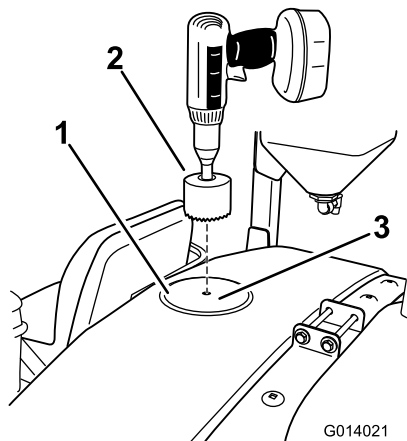

Рисунок 20
1. Найдите переднее место в верхней части бака, как показано на Рисунок 20.
2. Используйте цилиндрическую пилу диаметром 9 см, чтобы просверлить отверстие в отмеченном месте для сверления (Рисунок 20).